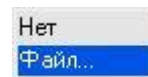

Рисунок 5.6
**Файл поправки АЧХ** – в этом поле указывается файл поправки АЧХ. При нажатии правой кнопкой мыши в данном столбце необходимого канала измерения появляется подменю со списком доступных значений (рисунок 5.6). Нет – без поправки, Файл – вызывается стандартное окно загрузки файлов.
**Файл поправки АЧХ** – в этом поле указывается файл поправки АЧХ. При нажатии правой кнопкой мыши в данном столбце необходимого датчика появляется подменю со списком доступных значений (рисунок 5.6). Нет – без поправки, Файл – вызывается стандартное окно загрузки файлов.